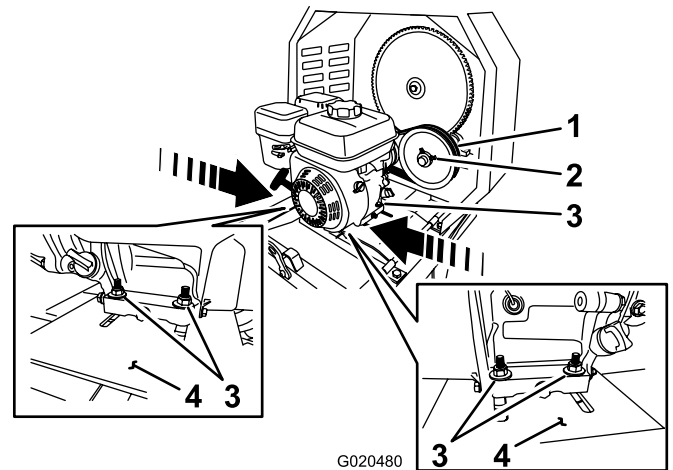

Figura 56
- B. Afloje los pernos y las tuercas que sujetan el motor a la chapa del motor (Figura 56).
- **Para aumentar la holgura**—Aleje el motor de la polea tensora (Figura 56).
- **Para reducir la holgura**—Acerque el motor a la polea tensora (Figura 56).